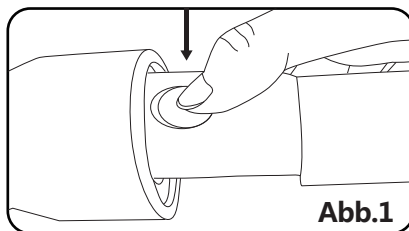

Abb.1
**Abb. 1** zeigt, wie der Schlauch an den Staubsauger angeschlossen wird: Stecken Sie den Schlauchadapter positioniert in die Öffnung des Staubsaugers und drehen Sie nach rechts bis er einrastet. Wenn Sie ihn wieder abnehmen möchten, drehen Sie den Schlauchadapter nach links und ziehen Sie ihn heraus.